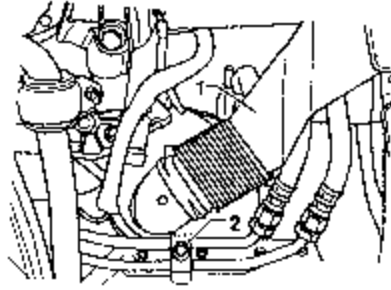

图 8-42 拆卸通风软管
(17) 如图 8-42 所示，松开发电机通风软管的管夹。松开油底壳 ATF 管路支架。